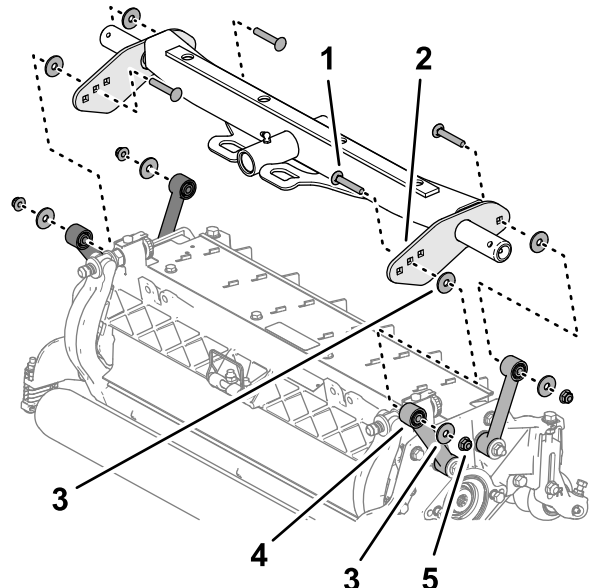

Figura 18
2. Allineate una rondella tra la piastra portante e il giunto (**Figura 18**) e assemblate senza serrare le piastre e il distanziale con un bullone a testa tonda ($\frac{3}{8}$ " x $2\frac{1}{4}$ "), una rondella e un dado di bloccaggio flangiato ($\frac{3}{8}$ ").